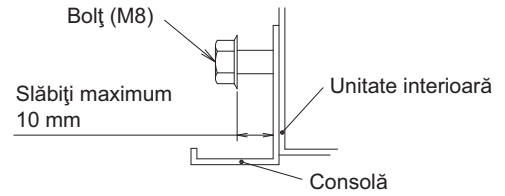

Fig. 7
- Deschideți orificiul prestabilit pe partea de intrare a cablurilor din spate sau de sus, și instalați bușca din material plastic anexată (10).
- Slăbiți 2 șuruburi pentru instalarea consolei pe ambele părți (M8) (4 locuri la stânga și dreapta) la maxim 10 mm. (Consultați Fig. 7 și Fig. 8)